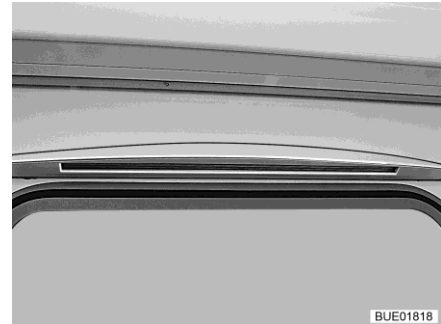

Bild 67 Förtälightsbelysning (inte vid utförande med markis)
- Belysning förtält (Bild 67) (delvis extrautrustning) (inte vid utförande med markis)